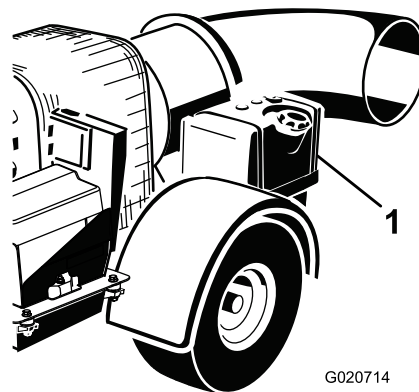

Figura 9
2. Limpe a zona em redor da tampa do depósito de combustível e retire-a (Figura 9).